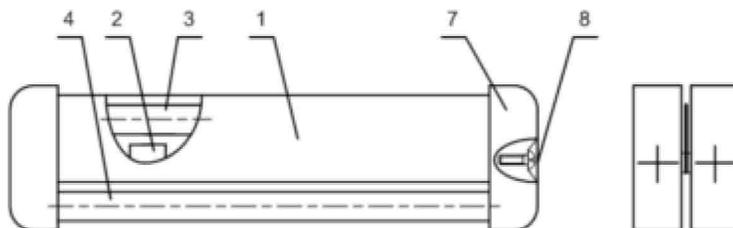

Рис. 1. Общий вид облучателя.
6.3. Проверить работу облучателя до его монтажа в следующей последовательности (см. рис. 1):
- открутить винты (8), снять боковины (7);
- установить стартеры (2), для чего необходимо вставить их в патроны и повернуть по часовой стрелке до упора;
- установить лампы (3), (4), для чего необходимо одновременно завести контакты лампы в патроны и зафиксировать их;
- установить боковины (7) и закрепить винтами (8).